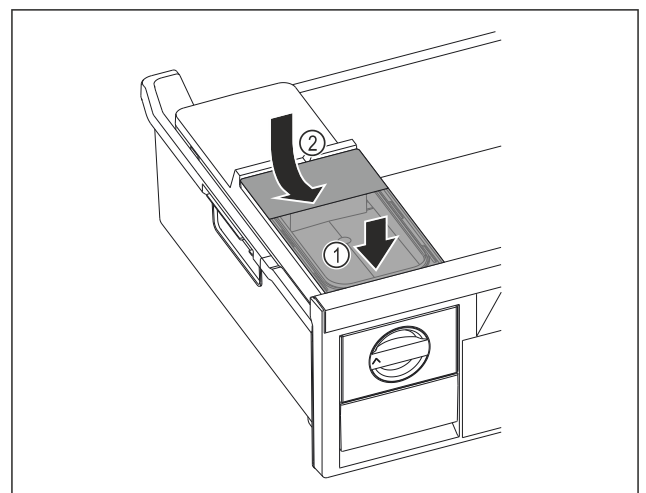

Fig. 36
- ▶ Wassertank vorne ansetzen. Fig. 36 (1)
- ▶ Wassertank hinten absenken. Fig. 36 (2)